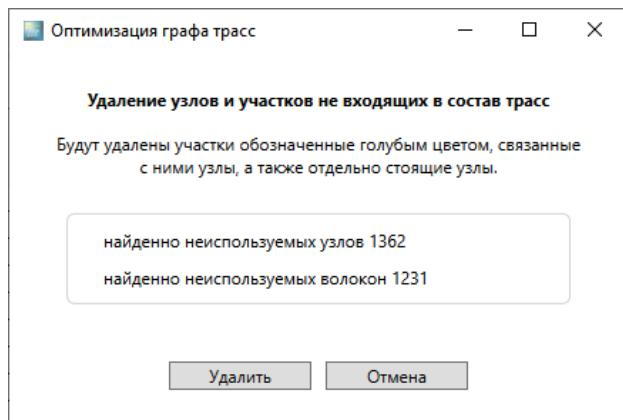

Рисунок 14-6
1. выбрать пункт меню главного окна программы **Инструменты → Оптимизация графа трасс**, появится окно Рисунок 14-6 и нажать «Удалить»;